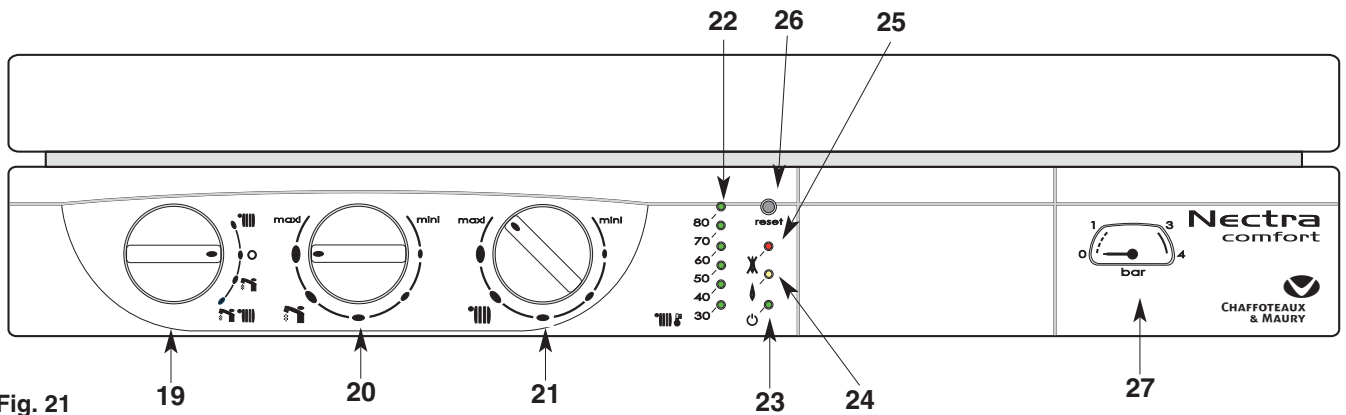

Fig. 21
### Tableau de bord (fig. 21)
- Placez le commutateur **19** (fig. 21) en position
«   » voyant vert **23** allumé ; le voyant orange **24** (fig. 21) s'allume chaque fois que le brûleur entre en fonction.
Le bouton de réglage du chauffage **21** «  » (fig. 21) donne la possibilité d'ajuster la température de l'eau du circuit de chauffage en fonction des besoins saisonniers.
L'indicateur **22** «  » (fig. 21) affiche cette température.
- Placez le commutateur **19** en position « **O** » le voyant vert **23** (fig. 21) reste allumé. La fonction hors gel de la chaudière reste active.
*Ne pas oublier de le rouvrir en début de saison de chauffage, lorsque l'on replace le commutateur **19** (fig. 21) en position «   ».*